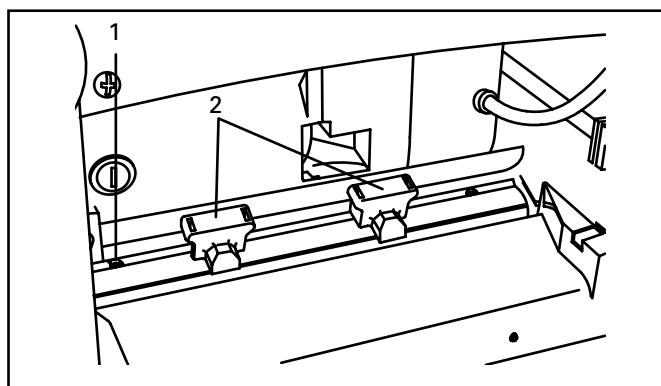
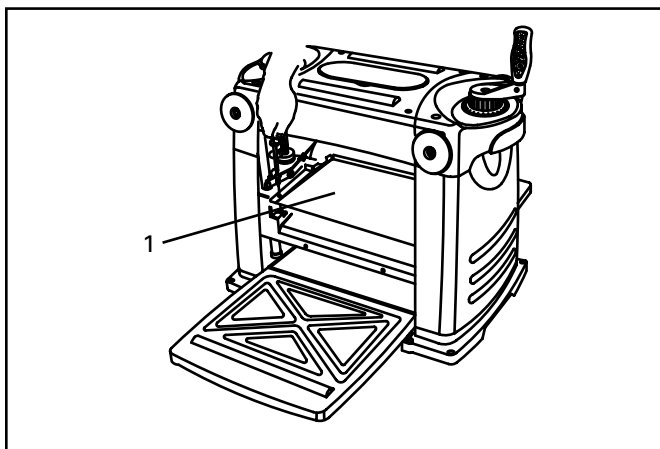

Fig. 8
Fig. 13
1. Extraiga los dos tornillos con un destornillador y luego retire el protector contra el polvo. (Fig. 13)
2. Afloje los ocho tornillos de cabeza hexagonal (1) con la llave suministrada.
3. Presione el pasador del árbol y gire el cabezal de corte hasta que queden al descubierto dos pernos hexagonales (1).
4. Coloque la galga de ajuste de la cuchilla (2) (Fig. 8) en el cabezal de corte con las dos guías bien pegadas a la cuchilla.
5. Afloje o apriete los tornillos hexagonales (1) (Fig. 8) hasta que la cuchilla toque la galga de ajuste de la cuchilla.
2. Extraiga todos los tornillos para retirar la cubierta y el protector contra el polvo (1) (Fig. 13).